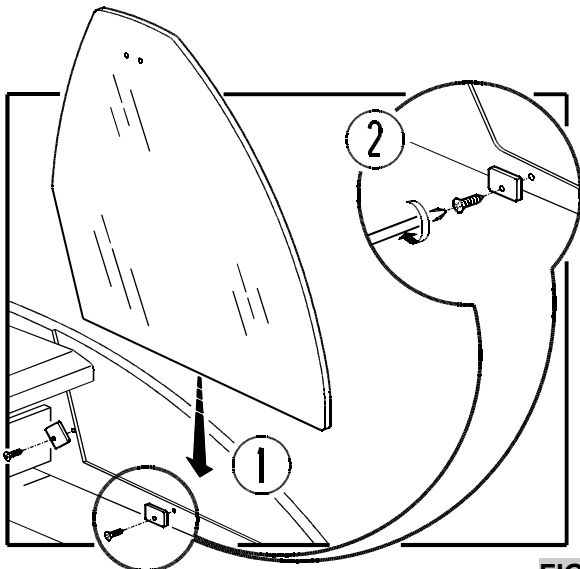

FIG. 6
- Posizionare i cristalli laterali nelle relative sedi, eseguire il bloccaggio avvitando i fermavetro in plastica nelle spalle in termoformato (FIG. 6 pag. 2).
- Position the glass sides in their housings and fasten them by screwing the plastic glass holders into the thermoformed end walls (FIG. 6 page 2).